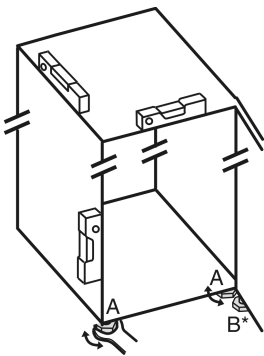

Fig. 5
- ▶ Nóżki Fig. 5 (A) wykręcić przy pomocy dotychczasowego klucza płaskiego oraz wyrównać przy pomocy poziomicy, aż urządzenie będzie ustawione stabilnie i równo.
- ▶ Nóżkę Fig. 5 (B) wykręcić z dolnej płytki zawiasu przy pomocy dotychczasowego klucza płaskiego, aż będzie przylegać do podłoża.
- ▶ Nóżkę Fig. 5 (B) obrócić o 90°.